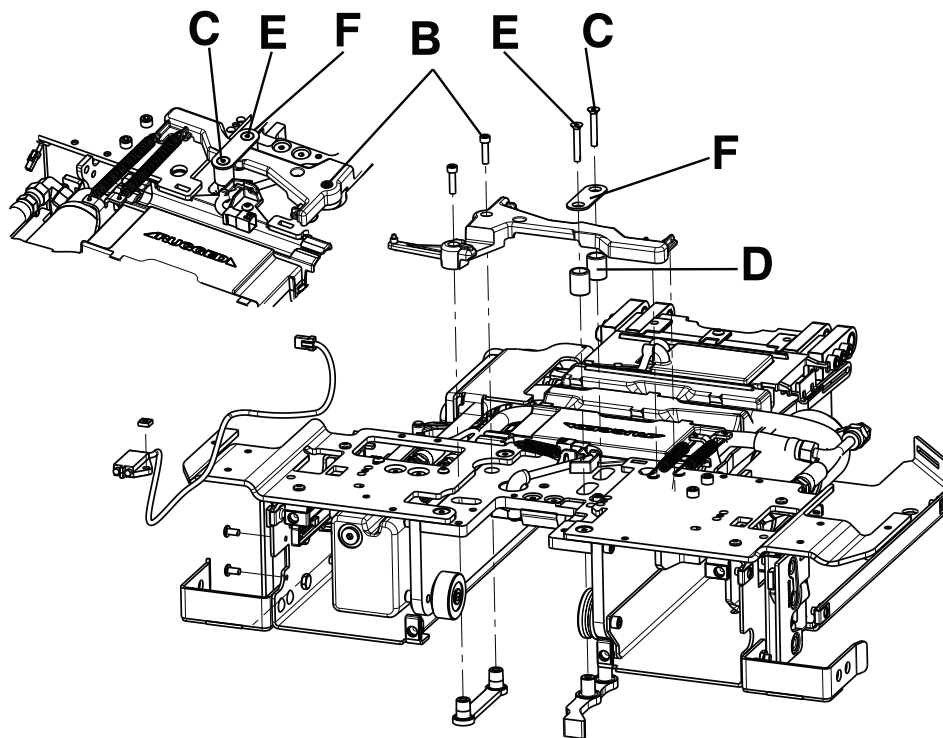

Figure 29 – Ensemble TPS
4. À l'aide d'une clé à six pans de 5/32 po, desserrer (ne pas retirer) la vis d'assemblage à six pans creux (B) qui fixe le bras du mécanisme du chariot (Figure 29).
5. À l'aide d'une clé à six pans de 1/8 po, retirer la vis d'assemblage à tête plate (C) qui fixe le maillon au bras du mécanisme du chariot et retirer le pivot du mécanisme du chariot (D) (Figure 29). Conserver la vis.
6. À l'aide d'une clé à six pans de 1/8 po, desserrer (ne pas retirer) la vis d'assemblage à tête plate (E) qui fixe le maillon avant (F) au bras du mécanisme du chariot. Faire pivoter le bras du mécanisme du chariot et le sortir (Figure 29).